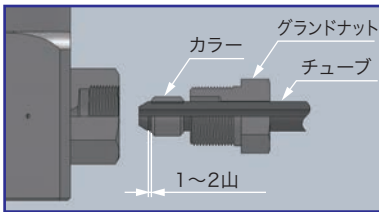

図1
- グランドナットとカラーをチューブに取付けてください。カラーはチューブ先端側のネジ山が1～2山見えるところまでねじ込んでください。(図1参照)